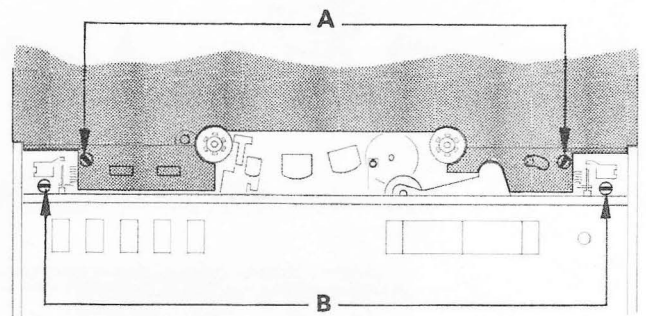

Bild 3.2.–4
- Schraube A ( Bild 3.2.–4 ) lösen. Abdeckplatte nach oben abziehen. ( Oberkante 3 Klemmhülsen )
- Schrauben B ( Bild 3.2.–4 ) lösen. Netzschalterknopf sowie sämtliche Drehknöpfe und Schaltscheiben nach oben abziehen. Beim Netzschalterknopf darauf achten, dass der Spanning nicht verloren geht.